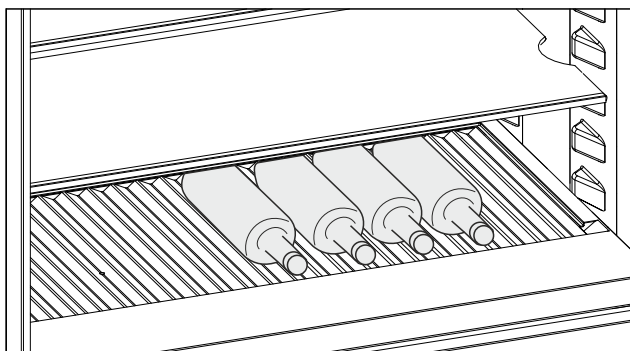

Fig. 255 Eksempelfremstilling
- Legg inn flaskene med bunnen bakover mot bakveggen. (se Fig. 255)